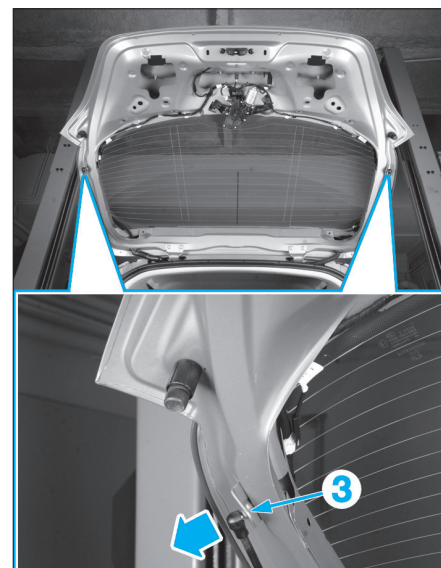

Fig. 90
- A l'aide d'un deuxième opérateur, déposer les fixations des vérins (3) couplés au hayon (Fig.90).